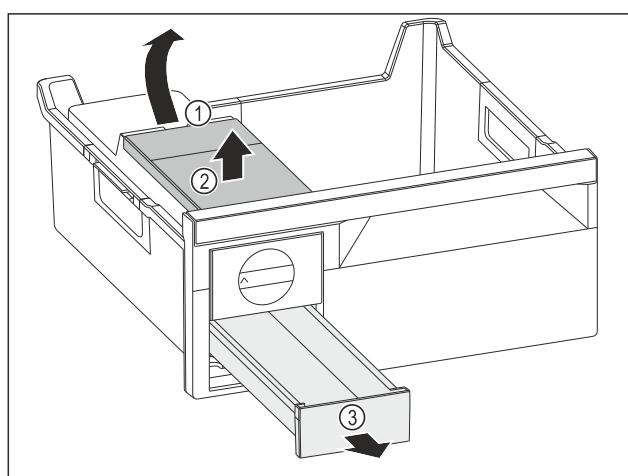

Fig. 95
- Odobratie nádržky na vodu: Nádržku na vodu nadvihnite za vybranie Fig. 95 (1).
- Nádržku na vodu Fig. 95 (2) odoberte smerom nahor.
- Zásuvku na kocky ľadu Fig. 95 (3) odoberte smerom nahor.